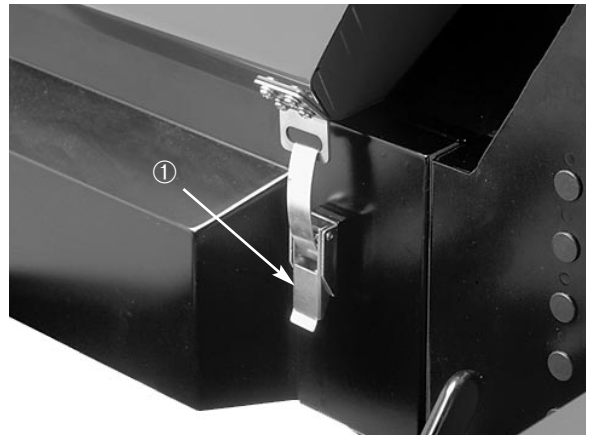

Fig. 1
2. Rilasciare i fermi del cofano (Fig. 1) ed aprire il cofano.